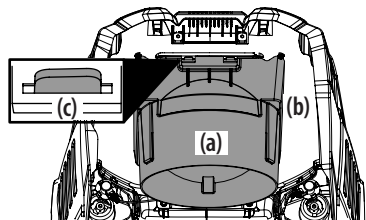

Figure 10
- Insérez les pattes arrière (c). Voir Figure 10.